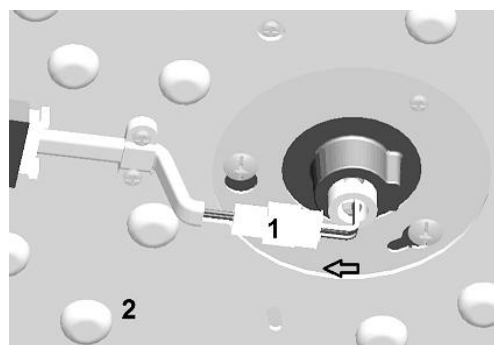

Fig. 7
- 4) Verbinden Sie den oberen Stecker (1) vom Treiber mit der unteren Buchse (1) auf der LED-Platine (2). Abb.7